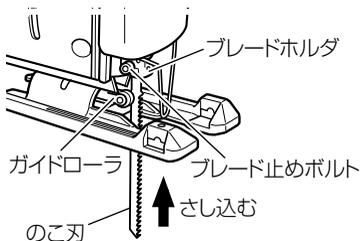

図 3-4
- (3) のこ刃を前向きにし、ブレードホルダに十分にさし込み、ブレード止めボルトを十分に締付けます。(図 3-4)
- ガイドローラを使用できるブレードは、図 3-4 に示す背面の直線部の終わりまでが、50 mm 以上あるブレードだけです。これ以外のブレードを使用するときは、ガイドローラを後方へずらしてブレードに当てないで使用してください。